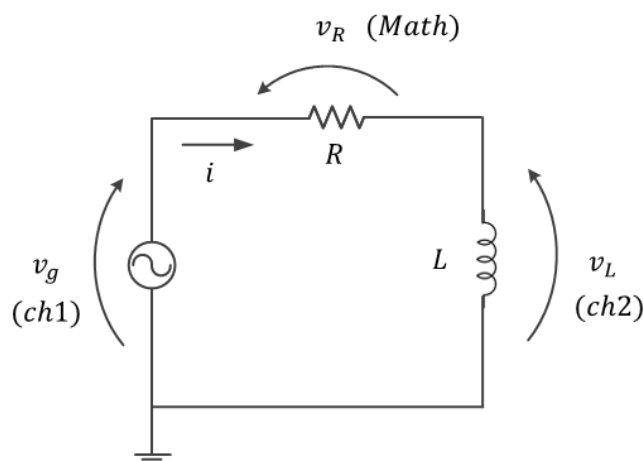

Figura 2 – Circuito RL.
- 3.1 Monte o circuito RL, conforme indicação da Figura 2 (com os valores nominais dos componentes iguais a: $R = 47 \Omega$ e $L = 3 \text{ mH}$). Meça os valores experimentais dos componentes antes da montagem. O valor experimental do indutor deve ser obtido no equipamento “**LCR meter**”. Veja como utilizá-lo seguindo-se as instruções do folheto situado junto ao instrumento.